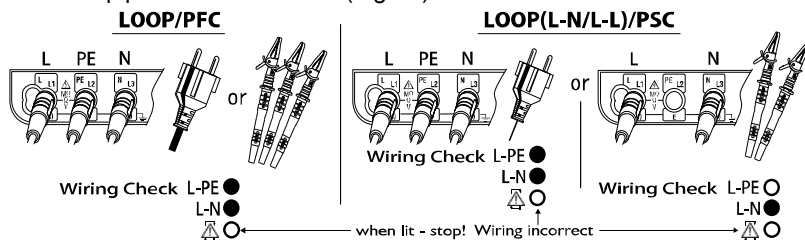

Fig.29
(2)Umetnite test pipalice u instrument. (Fig.29)
Po povezivanju, proverite da su simbol za “Wiring check” na LCD displeju u statusu prikazanom na slici Fig.29 pre pritiska na test dugme.
Ako se status simbola “Wiring check” razlikuje od Fig.29 ili  simbol je prikazan na LCD displeju, NE NASTAVLJAJTE SA RADOM JER JE PRISUTNO NEKOREKTNO VEZIVANJE. Uzrok greške se mora ispitati i ispraviti.